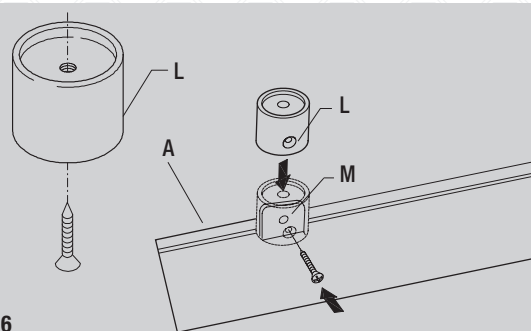

fig. 6 / Abb. 6
- Fissare, mediante viti o tasselli (non in dotazione), la parte (**L**) degli attacchi a soffitto (**fig. 6**).
- Far scorrere le staffe in PA6 (**M**), nel canalino presente sulla parte superiore del modulo (**fig. 6**), fino all'interesse prescelto.